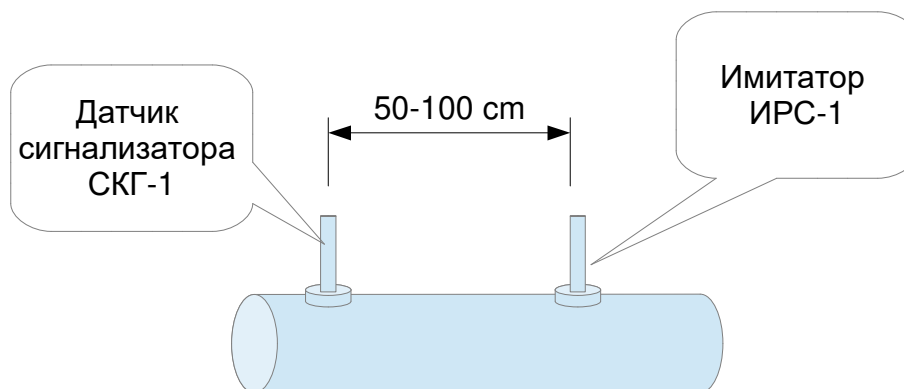

Рисунок 3 – Схема расположения имитатора
2.3.1. Закрепить имитатор на теле трубопровода с помощью магнитного прижима, используя смазку, проводящую акстический сигнал, например «Литол-24» или подобную. Имитатор должен располагаться вдоль направляющей трубопровода, на расстояние 0,5÷1,0 метра от датчика сигнализатора контроля герметичности камер запуска и приёма очистных устройств «СКГ-1», смотри рисунок 3.